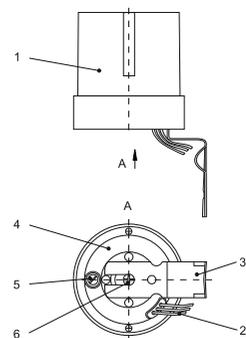

Рисунок 1
6.3 Фотореле размещено в пластмассовом корпусе, состоящем из основания с электронной платой и защитного пластикового кожуха (рисунок 1).
6.4 Монтаж и подключение VT-F01, VT-F02, VT-F03 (рисунок 1).